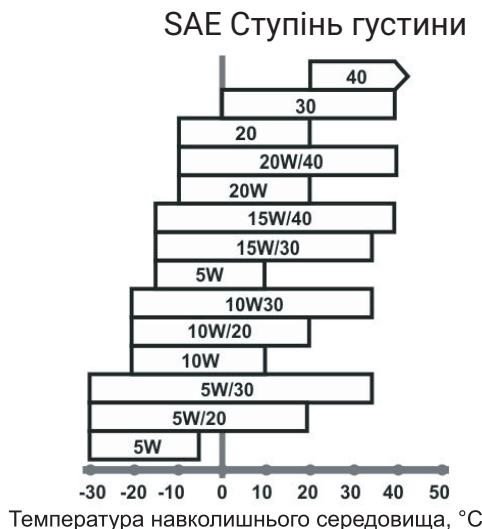

Рисунок 4. Графік залежності ступеня густини мастила від температури довкілля.
1. Виріб постачається без моторного мастила у двигуні. Перевірте відповідність параметрів вибраного мастила рекомендаціям, показаним на рис. 4. Рекомендуємо використовувати мастило високої якості.